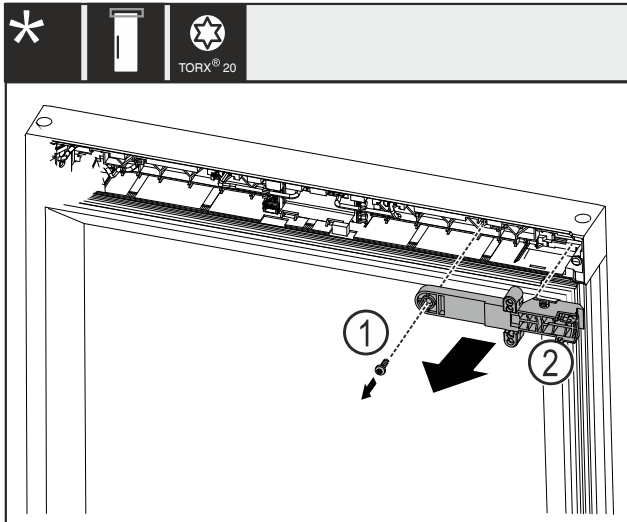

Fig. 21
- Fjern skruen Fig. 21 (1).
- Tag lås-holderdelen Fig. 21 (2) af.